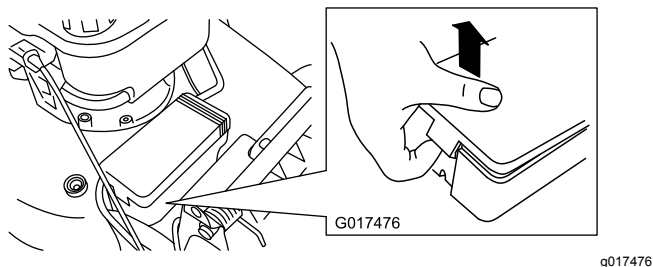

Figura 29
2. Sbloccate il coperchio della batteria da ambo i lati e toglietelo (Figura 29).